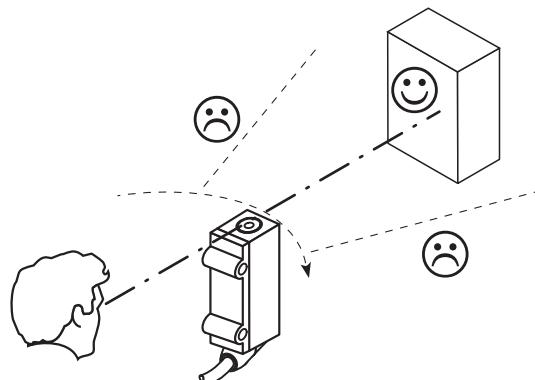

Figura 23: Alinhamento do sensor
- ① Distância de comutação sobre branco, luminescência 90%
- ② Objeto a ser detectado com 6 % ... 90% de luminância (com base no padrão branco DIN 5033)
3. Selecionar o posicionamento de forma que a luz infravermelha (invisível) incida sobre o centro do objeto. O alinhamento correto só pode ser detectado através dos LEDs de indicação (objeto detectado, LED amarelo acende) ou com a ajuda de uma placa de conversão infravermelha (ver o programa de acessórios da SICK). ver figura 23, página 70